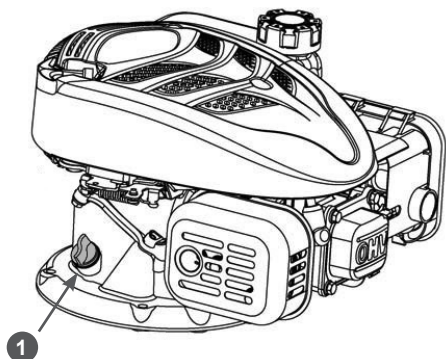

Рис. 17. Замена моторного масла
3. Очистите от загрязнений зону вокруг маслосливной горловины. Выкрутите крышку-щуп 1 из маслосливной горловины и протрите его чистой ветошью (Рис. 17).